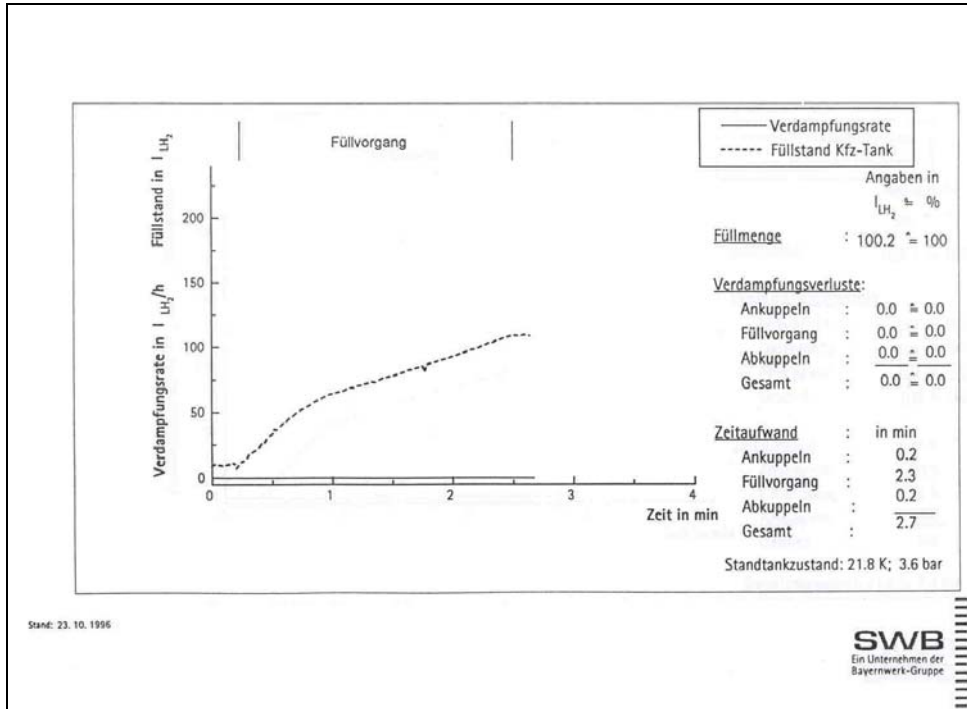

Bild 4: Verlustfreie LH2- Betankung in Neunburg vorm Wald
Folgendes Beispiel (Bild 4 und 5) zeigt den Betankungsverlauf einer solchen Betankung, bei der alle Voraussetzungen wie oben Beschrieben gegeben waren.
- Relativ voller Fahrzeugtank (Füllmenge etwa 70% oder mehr). Das Gaspolster wird nicht genügend einkondensiert (siehe auch Betankungskurven Zum Beispiel Bild 4). Der hohe Flüssigkeitspegel erlaubt keinen ausreichenden Wärmeaustausch zwischen LH2-Tropfen und Gaspolster. Bei einflutiger Betankung reicht das Volumen des Gasraums nicht aus um das vor der Flüssigkeit hinausgeschobene Gas zu beherbergen.